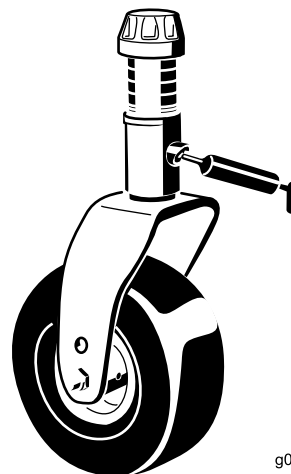

Figura 16
- Casquilhos do eixo da forquilha da roda giratória (2) (Figura 16)